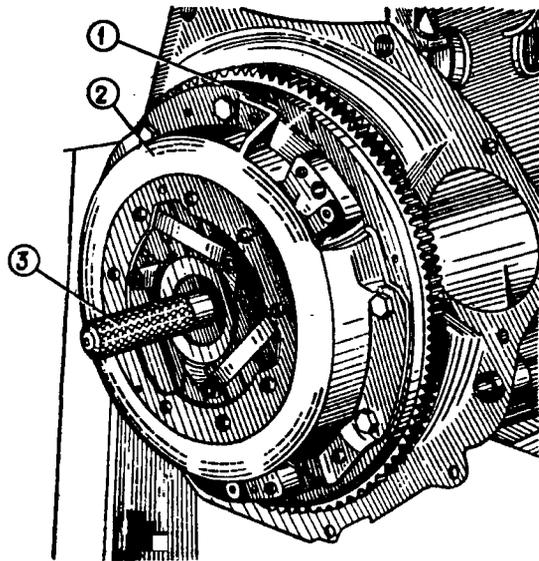

Рис. 3-4. Центрирование ведомого диска сцепления с помощью оправки А.70081: 1 - маховик; 2 - сцепление в сборе; 3 - оправка А.70081
- расположите ведомый диск выступающей частью ступицы с кольцевой канавкой в сторону коробки передач и отцентрируйте диск относительно подшипника оправкой А.70081, имитирующей шлицевый конец первичного вала коробки передач (рис. 3-4).
— нанесите тонкий слой смазки ЛСЦ-15 (ЛИТОЛ-24) на шлицевый конец первичного вала и отцентрируйте оправкой А.70081 ведомый диск сцепления (см. рис. 3-4).